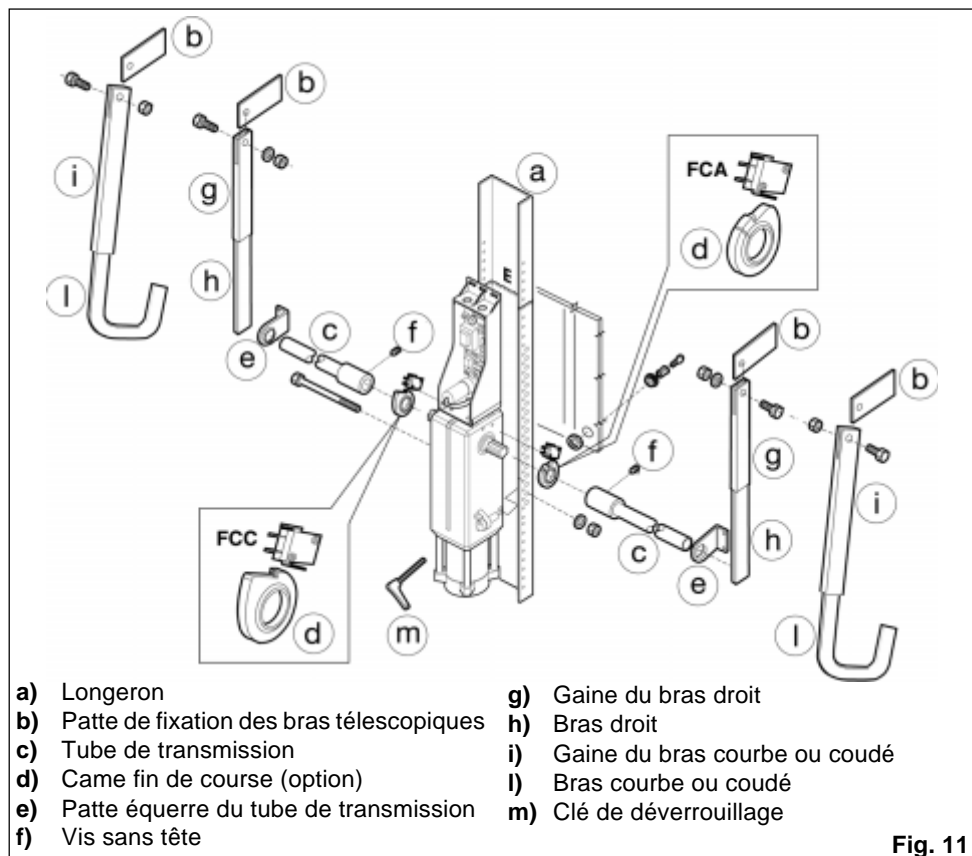

Fig. 11
3) Fixer le longeron en utilisant la visserie fournie comme indiqué fig. 11.
Fixer les gaines des bras télescopiques aux pattes en utilisant les axes et la visserie fournie comme indiqué fig. 11.
⊗ En cas d'utilisation des arrêts fin de course (option), monter d'abord les comes comme indiqué Fig. 11.
Ouvrir la porte à la hauteur désirée; régler la came jusqu'à l'activation du micro-poussoir FCA (fig. 11).
Fermer la porte; régler la came jusqu'à l'activation du micro-poussoir FCC (fig. 11).